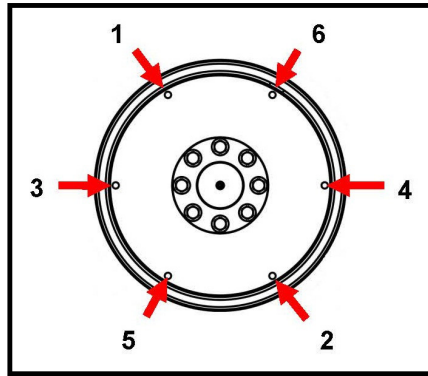

図 22. 固定手順
10. に示す順序で、カップリング ディスクをフライホイールに固定するボルトを締め付けます 図 22 ページ 36。